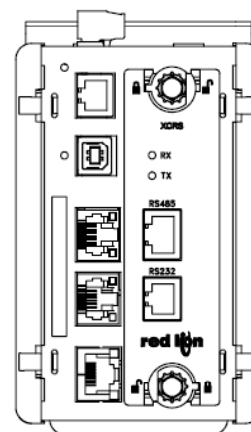

Figure 4
5. Tourner les verrous rotatifs de la carte optionnelle en position "verrouillée" comme indiqué figure 4.